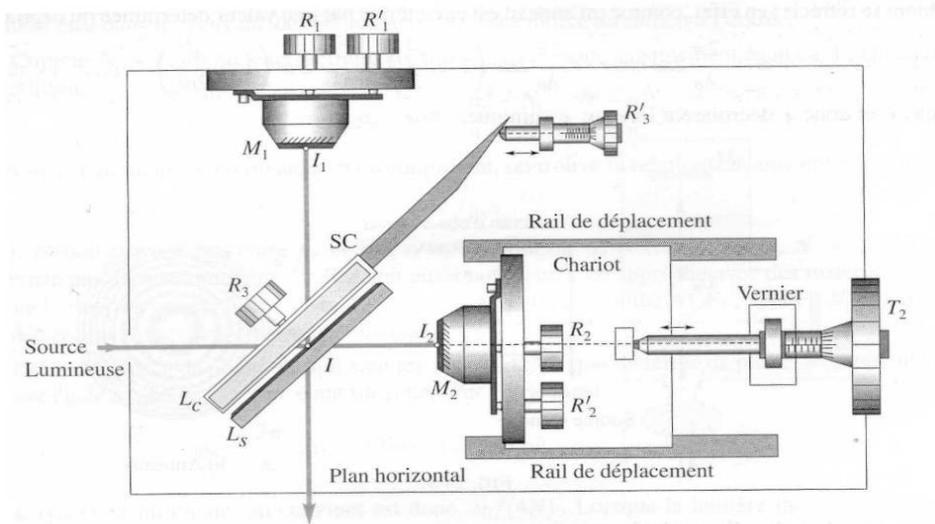

Figure 2 : Interféromètre de Michelson. Figure tirée de "Optique Ondulatoire", H Prépa, ed Hachette.
L'interféromètre de Michelson est représenté sur la figure 2. Il est essentiellement constitué de deux miroirs M_1 et M_2 et d'une lame séparatrice (SC) semi-réfléchissante ($R=T=50\%$). Le miroir M_2 est fixé sur un support en translation (T_2) pour faire varier sa position par rapport à la lame séparatrice.